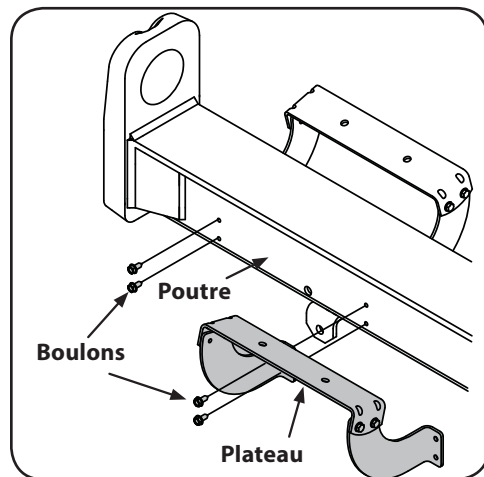

Figure 3-5
15. Enlevez le plateau pour bûches du côté de la soupape de contrôle. Pour ce faire, retirez les deux boulons hexagonaux qui fixent le plateau aux supports soudés de la poutre et les deux boulons hexagonaux sur la poutre. Voir Figure 3-5.